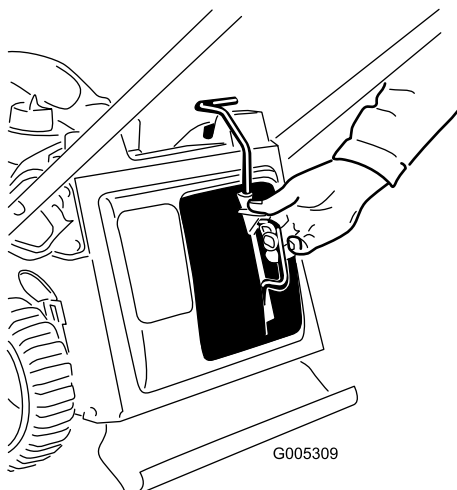

Figura 30
3. Montare il tappo mulching (Figura 30).